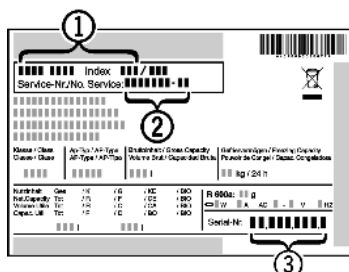

Fig. 21
- Označení přístroje Fig. 21 (1), servisní číslo Fig. 21 (2) a sériové číslo Fig. 21 (3) naleznete na typovém štítku. Identifikační typový štítek je umístěn na levé vnitřní stěně přístroje.
- Informujte zákaznický servis a sdělte poruchu, označení přístroje Fig. 21 (1), servisní číslo Fig. 21 (2) a sériové číslo Fig. 21 (3).